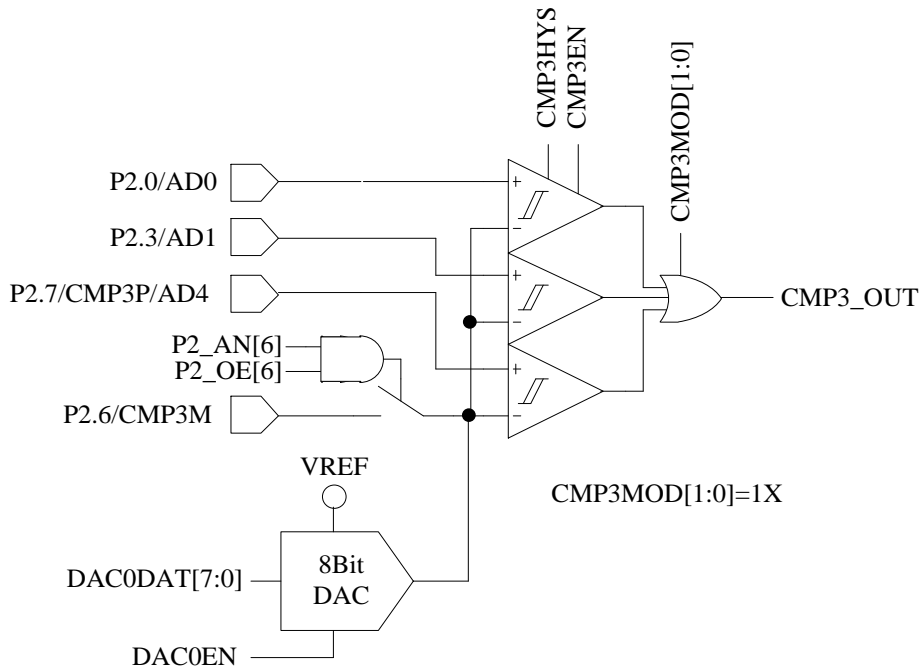

图 30-4 CMP3MOD[1:0]=1X，选择三比较器输入模式
- 配置 CMP_CR1[CMP3MOD] = 1X，CMP3 为三比较器输入模式，具体输入输出端口及接法如图 30-4 所示